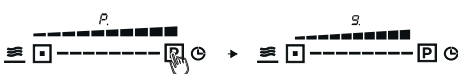

Abb. 34
Ihr **Dunstabzug** ist mit einer **Boost-Stufe** ausgestattet, um diese zu aktivieren drücken Sie die **Symboltaste (P)** (Abb. 34). In der Anzeige erscheint ein **P**.